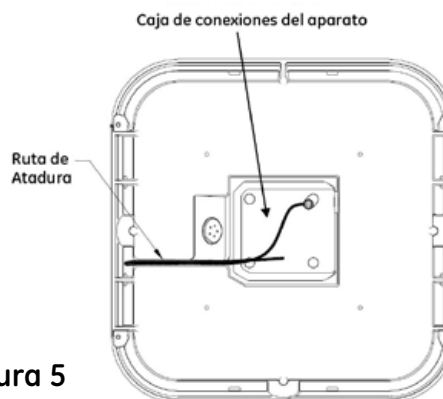
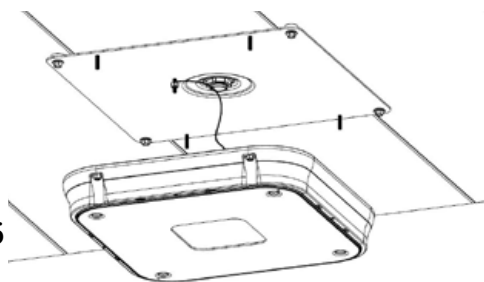

Figura 5
Figura 6
- Instale la atadura (si es requerido) con tornillos #10, que se proporcionan en el paquete, al orificio de la parte trasera de la carcasa como se muestra en figura 5. El otro extremo de la atadura se conecta al centro del perno con rosca en la placa trasera usando la tuerca hexagonal proporcionada (figura 6).
- Inserte a atadura a través del orificio de drenaje cuando cierre la luminaria con la placa trasera como se muestra en la figura 5.